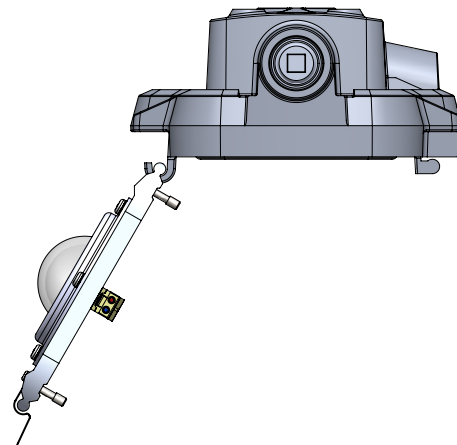

Figure 5. Retrait et installation du raccord de moteur DEL
8. Le raccord du moteur DEL devrait maintenant être débranché et peut être retiré des crochets du boîtier du pilote du luminaire (voir figure 5).
10. suspendre le raccord de moteur DEL de rechange aux crochets du boîtier du pilote, comme illustré à la figure 5.
10. Suspendre le raccord de moteur DEL aux crochets du boîtier du pilote, comme illustré à la figure 5.